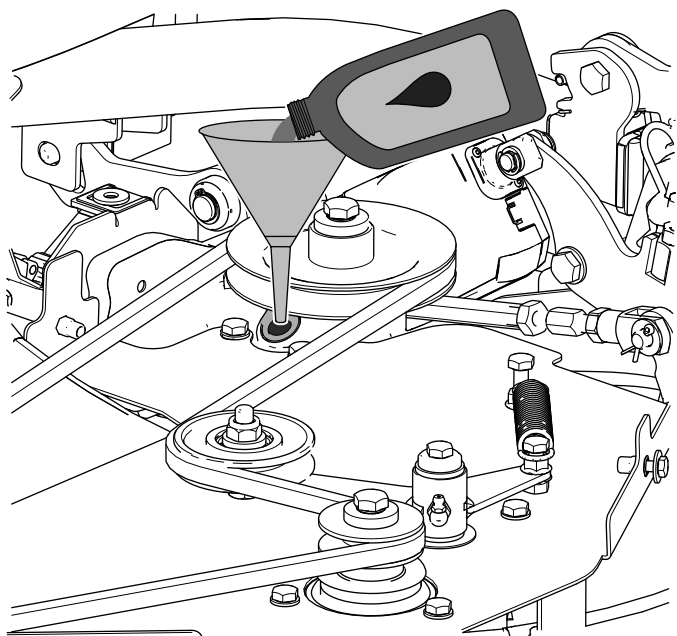

Figure 96
2. À l'aide d'un entonnoir, versez de l'huile pour boîtier d'engrenages spécifiée dans l'orifice de remplissage du boîtier d'engrenages (Figure 96).